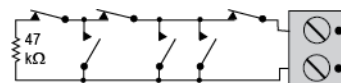

Figura 4. Esempio di cablaggio di Fine Linea (E.O.L.)
- D. Per supervisione di Fine Linea (E.O.L.): possono essere usati contatti di sensori Normalmente Chiusi (N.C.), come illustrato in Figura 4. Una resistenza da 47kΩ deve essere cablata all'estremità del circuito di zona.